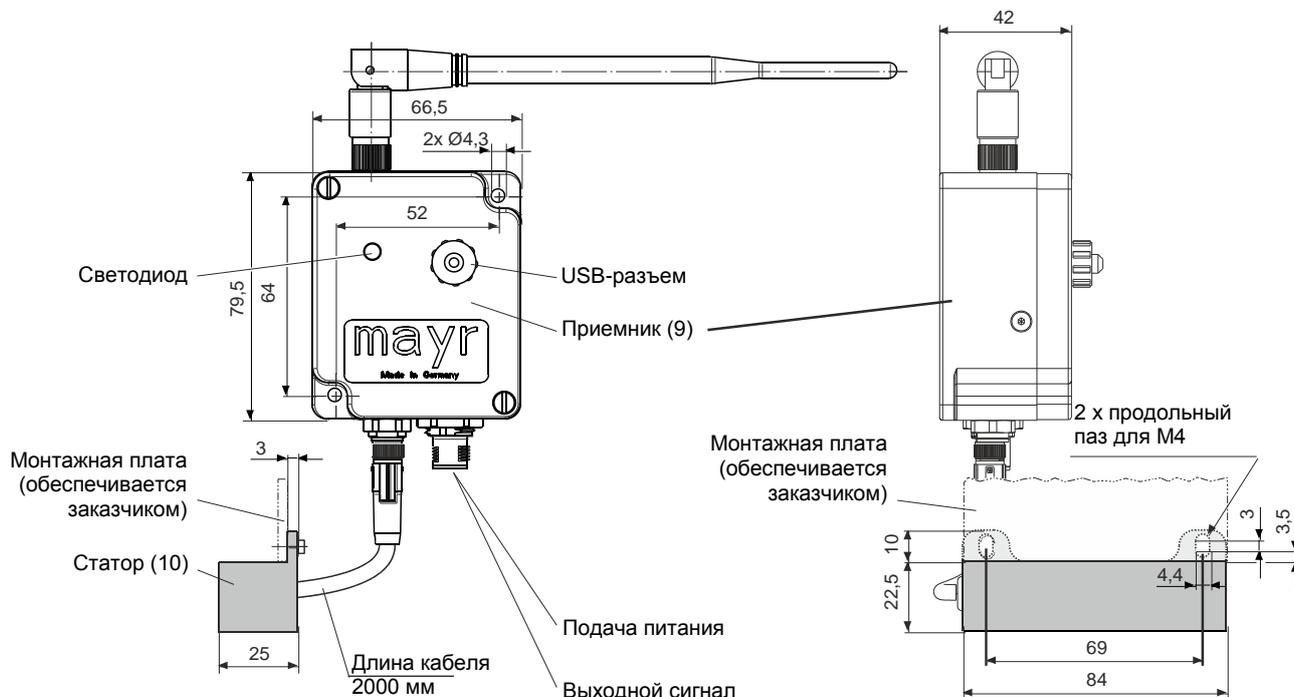

Рис. 8
Монтажную панель для фиксации ROBA®-DSM статора (10) должен подготовить пользователь; размеры типовой схемы расположения отверстий приведены на Рис. 8.
ROBA®-DSM приемник (9) должен быть размещен в пределах 1 м от тензомера (4); размеры типовой схемы расположения отверстий приведены на Рис. 8.